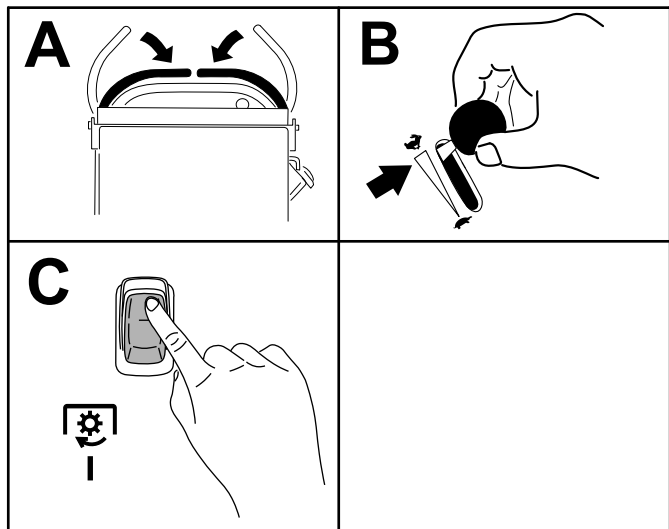

Figure 9
**Remarque:** Si vous désengagez les lames de l'unité de coupe en relâchant les leviers de commande de déplacement, vous pouvez réengager les lames en mettant la commande en position ENGAGÉE (Figure 9) sans passer auparavant par la position DÉSENGAGÉE.